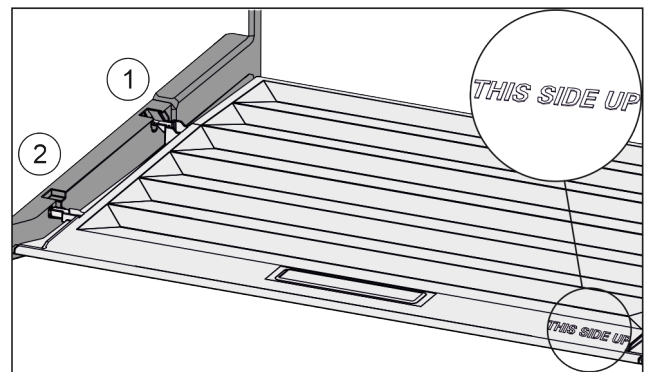

Fig. 143
- ▶ Deckelstege über Öffnung der hinteren Halterung Fig. 143 (1) einführen und vorne in Halterung Fig. 143 (2) einrasten.